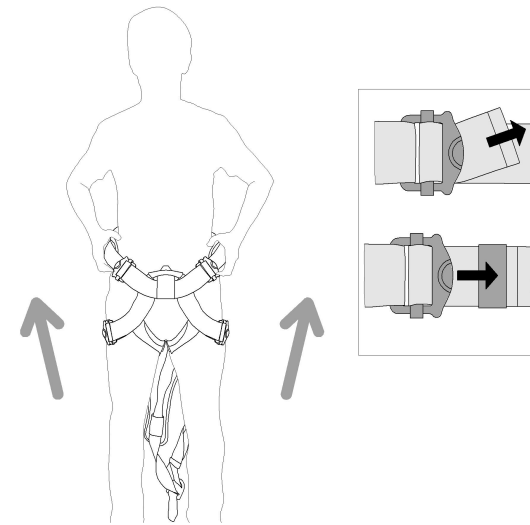

Рис. 2
- рис. 2 – одеть поясную беседку, затянуть поясной и ножные обхваты с помощью быстрорегулируемых пряжек;